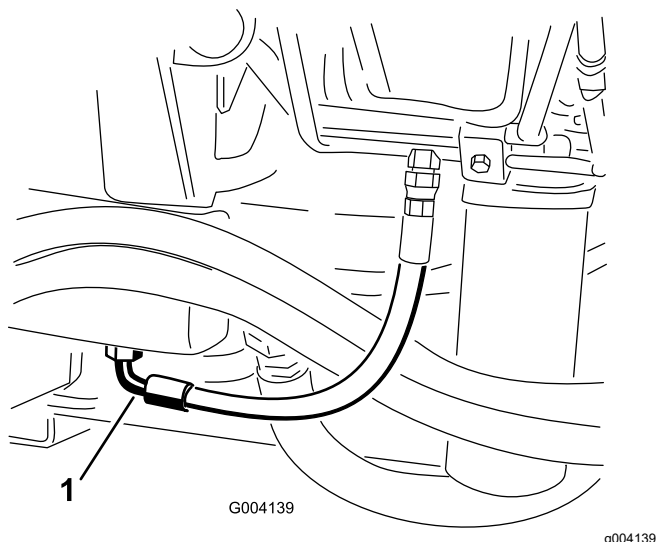

Figure 93
2. Placez un grand bac de vidange sous le raccord monté au bas du réservoir de liquide hydraulique (Figure 93).